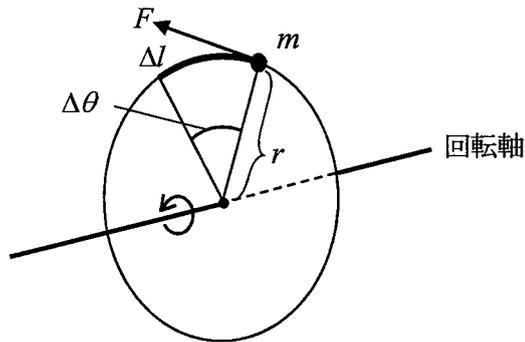

図1 回転する質点の運動
- (1) 図1のような、回転軸からの距離  $r$  [m] に拘束されて回転する質量  $m$  [kg] の質点の運動を考える。
2) 図1の質量  $m$  の質点に、運動方向（運動軌跡が描く円周の接線方向）に力  $F$  [N] が加えられているとする。このとき質点の運動方程式は、 $F = m \frac{dv}{dt}$  で表されるので、式②を代入すると、 $F$  は次式で表される。